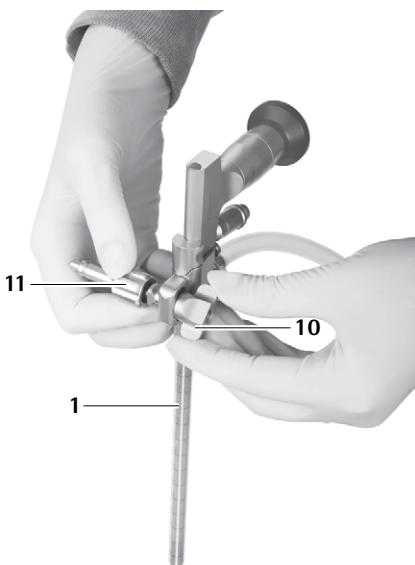

Fig. 19
- ▶ Dra åt vingmuttern **10** tills fästarmsadaptern **11** sitter fast, se Fig. 19.